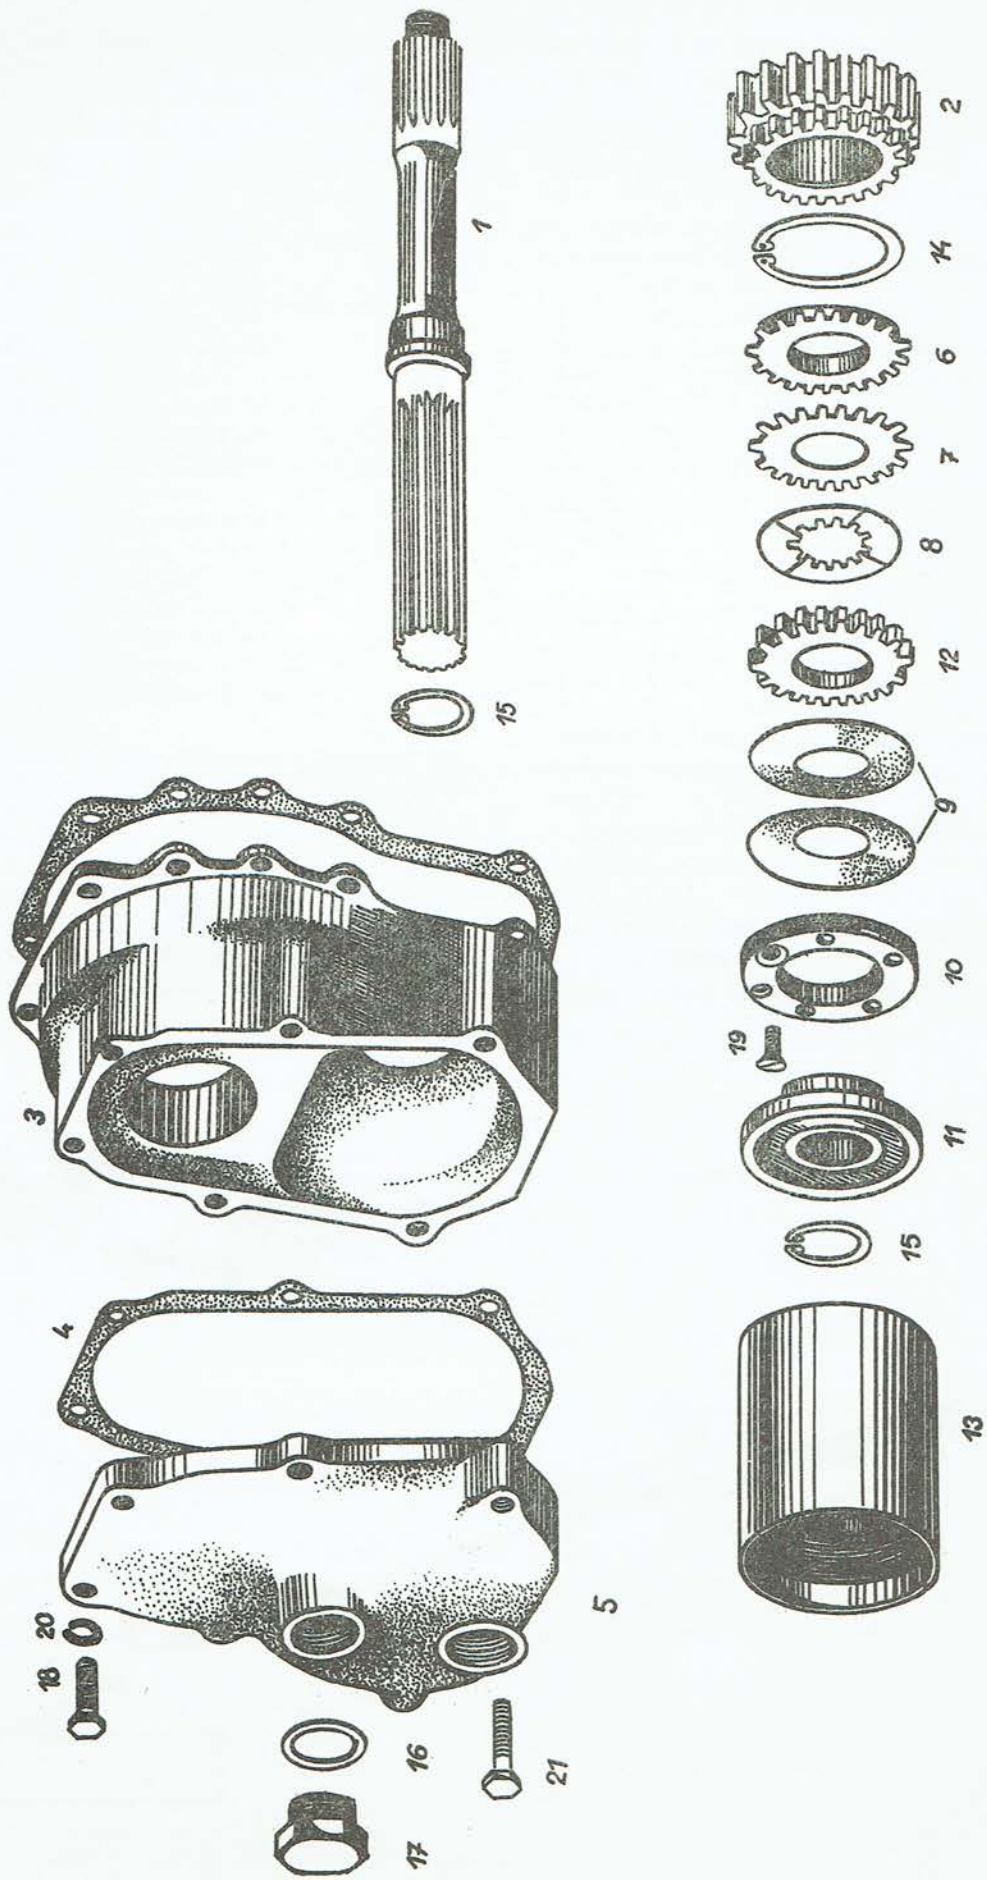

Abb. 165
2. Der Sicherungsring 35 (Abb. 165/15) ist von der Antriebswelle abzunehmen.
2. Aus der Antriebstrommel (Abb. 165/13) ist der Deckel (Abb. 165/11) herauszunehmen.
3. Die Schraube M 6×12 ist zu lockern und die Mutter (Abb. 165/10) auszuschrauben.
4. Aus der Antriebstrommel sind zu entfernen: vier Federn (9), eine Verschlusslamelle (12), elf Aussenlamellen (7), zehn Innenlamellen (8) und eine Ausgleichslamelle (16).
8. Die Schraube M 6×12 an der Mutter ist zu lockern und durch Lockern oder Festziehen der Mutter (Abb. 165/10) ist die Kupplung auf 45 ± 2 kpm einzustellen.